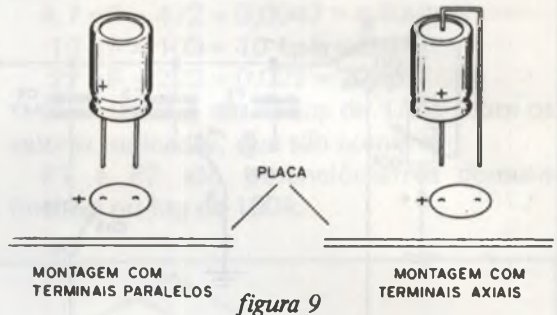

figura 9
c) Solde depois os capacitores eletrolíticos, observando que estes componentes são polarizados, ou seja, devemos observar a marcação (+) e (-) de seus invólucros de modo que coincidam com a figura. Veja na figura 9 como fazer a montagem destes componentes para o caso de serem de terminais paralelos ou axiais.